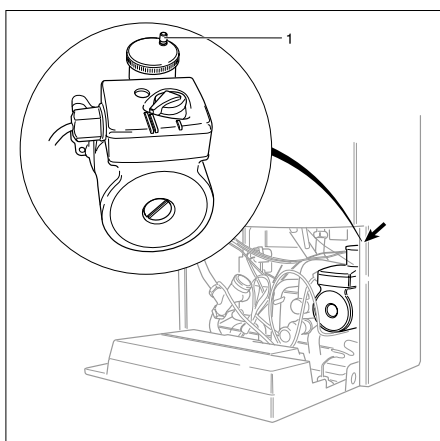

图 8.1 自动排气装置
- 将水泵的自动排气阀阀帽(1)拧松两圈(见图8.1)；
- 将水泵的自动排气阀阀帽(1)拧松两圈(见图8.1);